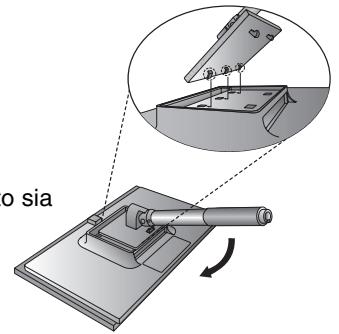

Figura 1
1. Sistemare il monitor a faccia in giù su una superficie non abrasiva (**Figura 1**).
2. Collocare i ganci superiori del supporto nello slot del monitor, quindi spingere il supporto nel monitor nella direzione della freccia, come indicato nella **Figura 1**, e verificare che il supporto sia bloccato.